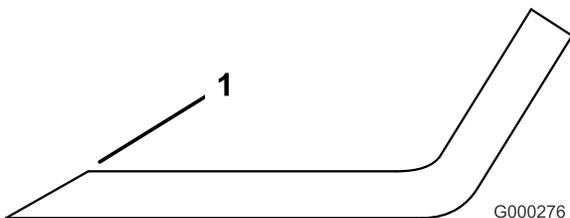

Figure 61
1. Au moyen d'une lime, aiguiser les tranchants aux deux extrémités de la lame (Figure 61).